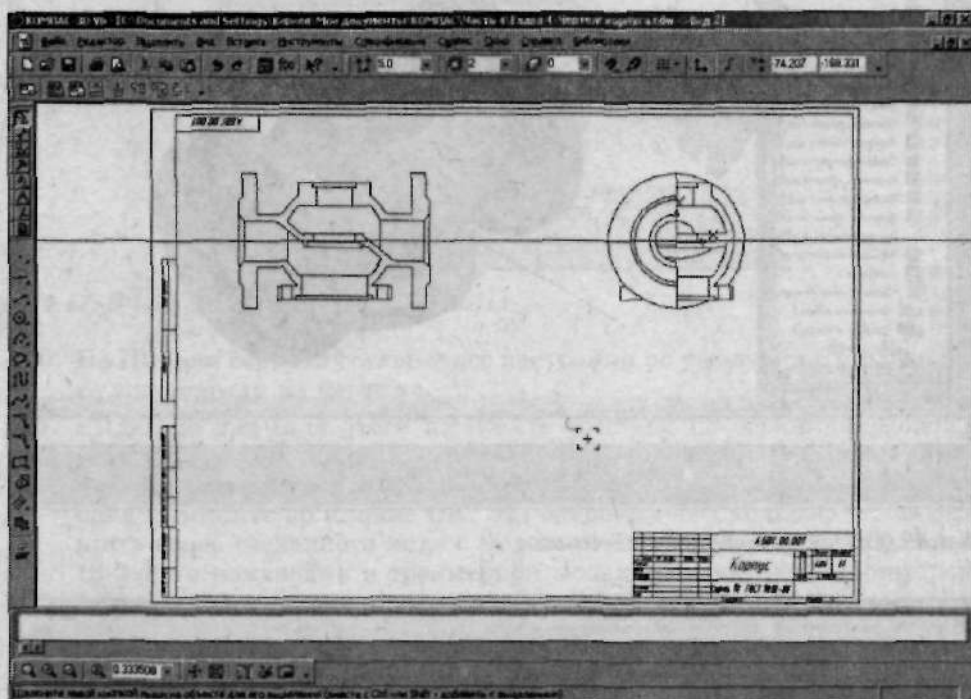

Рис. 4.51. Постройте вид **#Слева**
15. Перейдите в окно документа типа **Чертеж**. Самостоятельно постройте вид **#Слева**. При этом добейтесь того, чтобы начала координат вида **#Спереди** и вида **#Слева** лежали на одной прямой. Для этого включите нужные привязки и используйте инструмент **Вспомогательная прямая**. В результате чертеж должен выглядеть так, как показано на рис. 4.51.